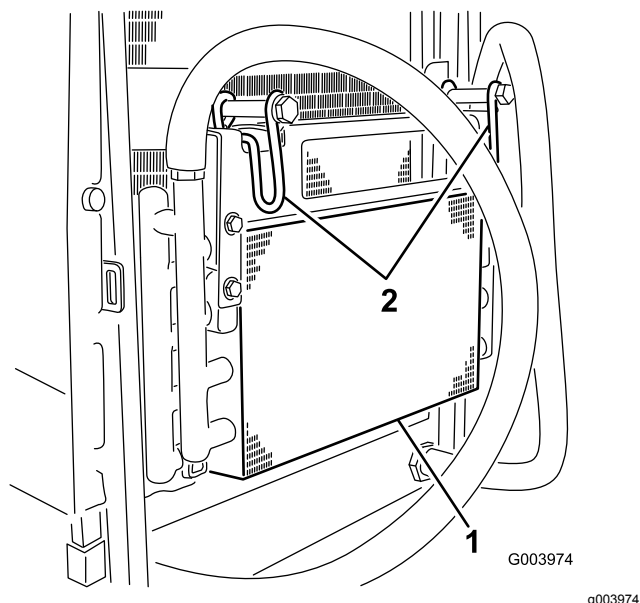

Figure 80
5. Pivotez les verrous vers l'intérieur pour dégager le refroidisseur d'huile (Figure 80).